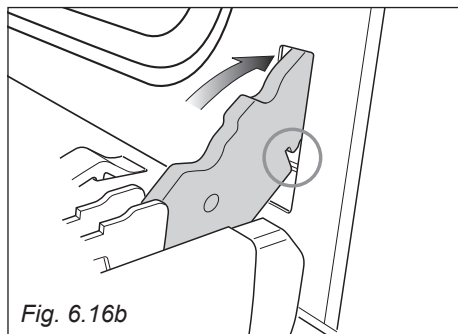

Fig. 6.16b
2. Insérer le crochet des charnières (droite et gauche) dans son emplacement; s'assurer que la rainure soit dans sa logement (fig. 6.16b.)